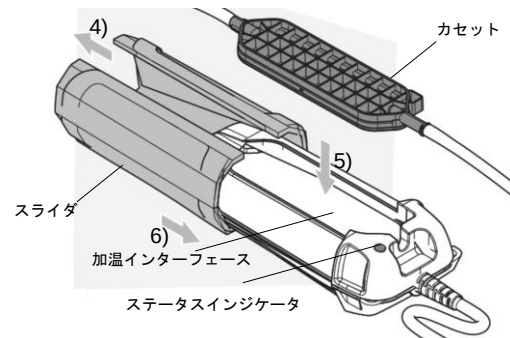

図2. 加温モジュール (加温装置)
- 4) 加温装置の加温モジュールのスライダを開ける(図2)。
- 5) 加温モジュールの中に本品のカセットを挿入する(図2)。
- 6) 加温モジュールのスライダを閉める(図2)。